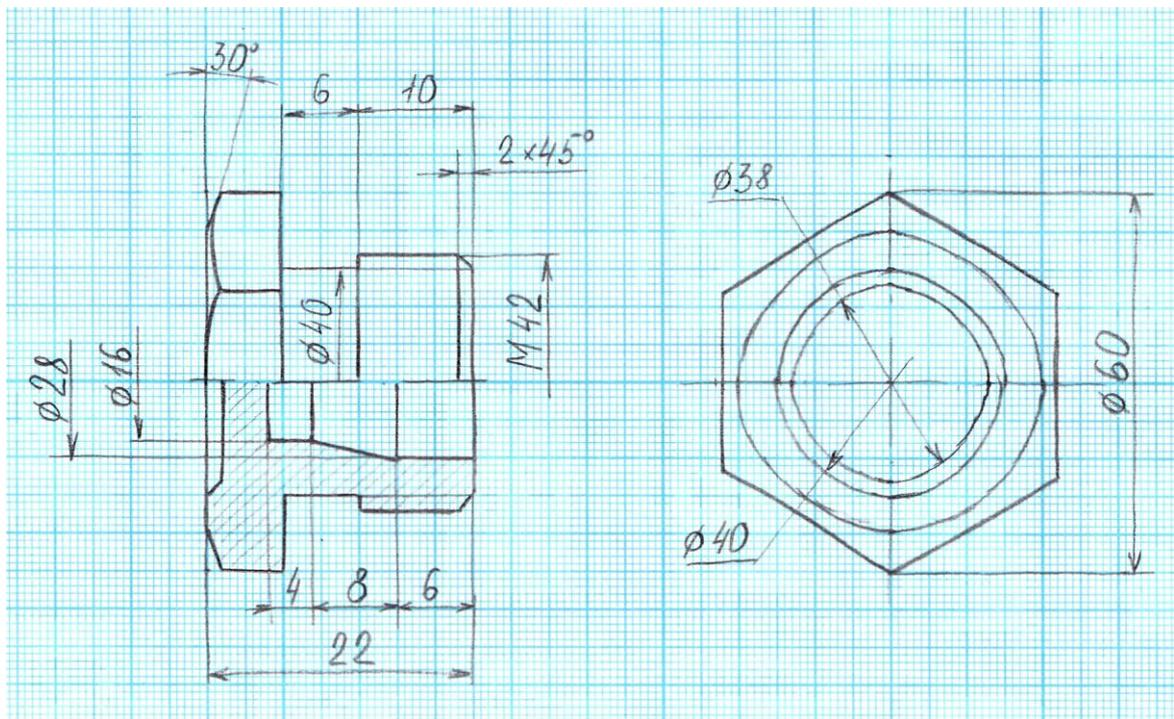

Рисунок 2 – Пример выполнения работы
1. Выбрать сборочный чертеж (рис. 2 и 3 Графическая работа 12) по своему варианту и прочитать его;
Требования к содержанию и оформлению: графическая работа, выполненная по образцу – рис.2.